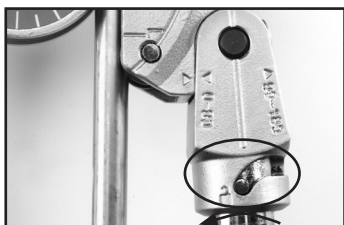

Рис. 12 – РАЗБЛОКИРОВАНО
1. Когда линия "0" на каретке достигнет отметки 90° на форме, поверните рукоять каретки, так чтобы штифт переместился в положение "разблокировка" (рис. 12).